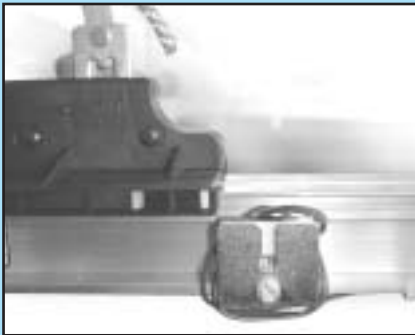

FIG. 6-3 Aligner la butée de fin de course OPEN.
- Faire glisser la butée de fin de course le long du rail pour aligner le bord avant avec le bord arrière du chariot (Fig. 6-3).